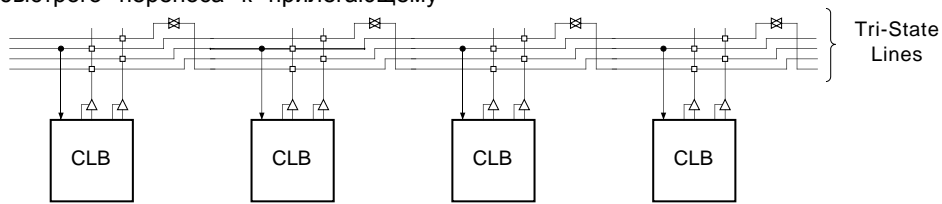

Рис. 8: Подключение трехстабильных буферов к горизонтальным линиям
- Горизонтальные трассировочные ресурсы создавались для реализации в микросхеме шин с тремя состояниями. Четыре разделенные линии шин реализованы для каждой строки КЛБ, позволяя организовывать сразу несколько шин в пределах одной строки. (см. Рис. 8)